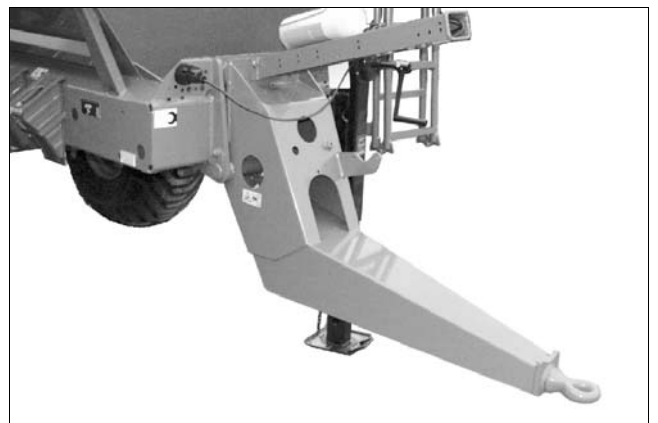

Fig. 9
- gekröpften Hitchdeichsel (Fig. 9),